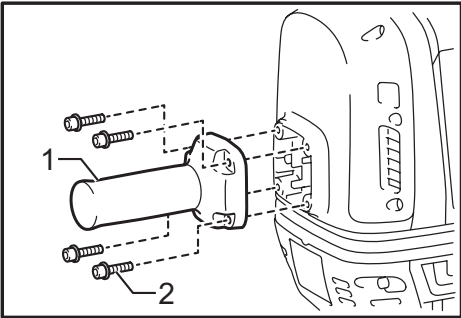

Fig.3
► **Fig.3:** 1. Soft grip 2. Bolt